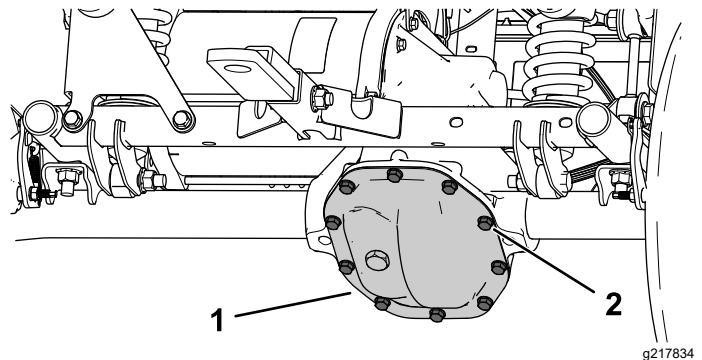

Figura 54
1. Coloque un recipiente de vaciado debajo de la cubierta del transeje (Figura 54).
2. Retire los pernos de la cubierta del transeje y vacíe el fluido completamente (Figura 54).